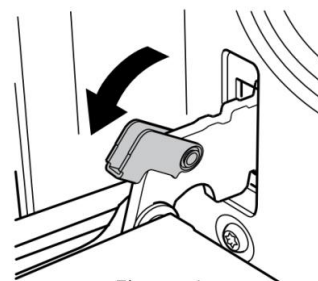

Figure 1
① Откройте дверь на максимальный угол и потяните замок спиной к петле двери (рис. 1).